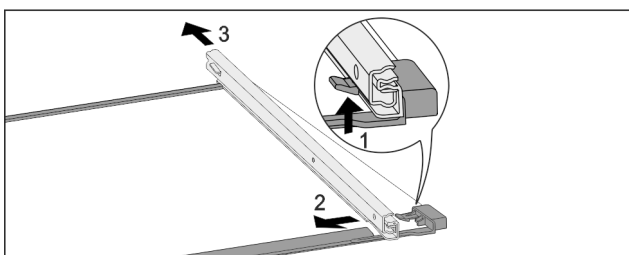

Fig. 133 Siinidega klaasplaat
- ▶ Vajutage eesmist fiksaatorkonksu ülespoole. Fig. 133 (1)
- ▶ Lükake väljatõmbesiooni küljele Fig. 133 (2) ja tahapoole Fig. 133 (3) eemale.